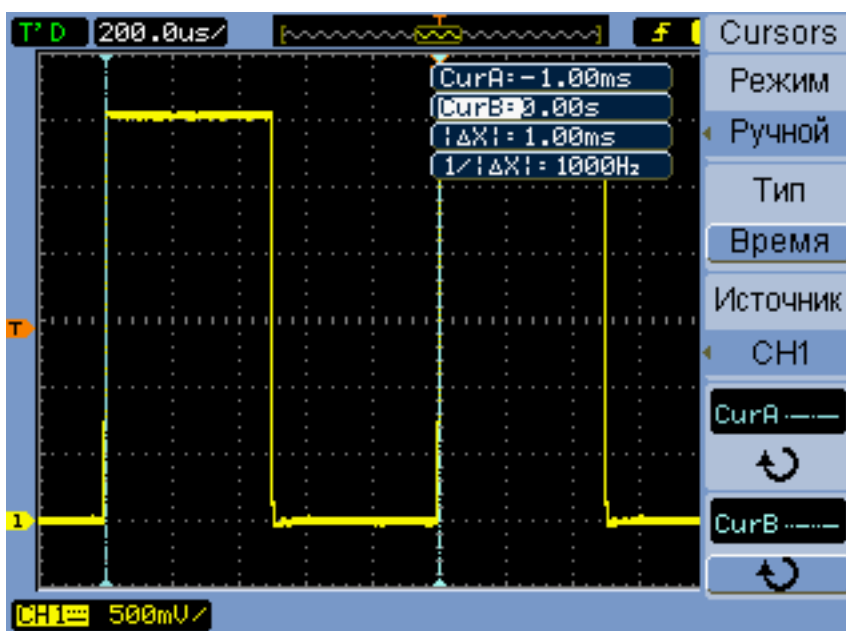

Рис. 10 Использование курсоров времени для измерения периода и частоты сигнала прямоугольной формы
- 18 Поверните ручку **ввода**, чтобы расположить курсор времени B на втором переднем фронте сигнала в центре дисплея. Изображение на дисплее осциллографа теперь должно соответствовать Рис. 10.